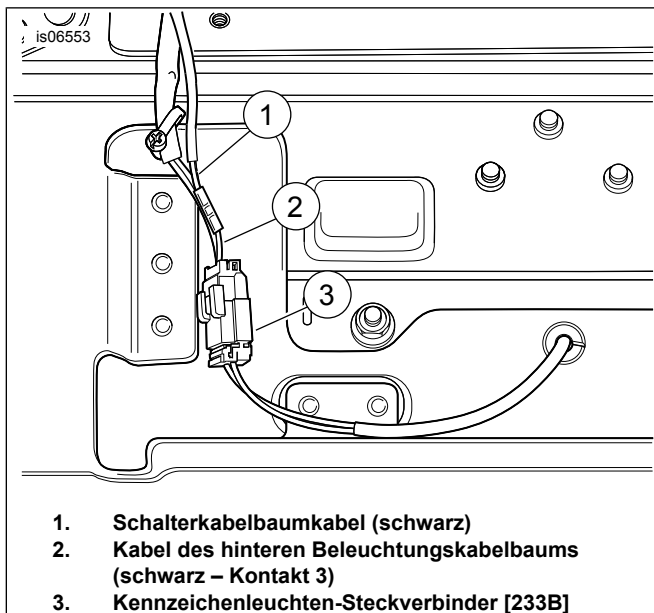

Abbildung 5. Kennzeichenleuchten-Steckverbinder (2009er Modelle)
- q. Siehe Abbildung 5. Den Kennzeichenleuchten-Steckverbinder [233B] (3) vom Steckverbinder des hinteren Beleuchtungskabelbaums [233A] abklemmen.